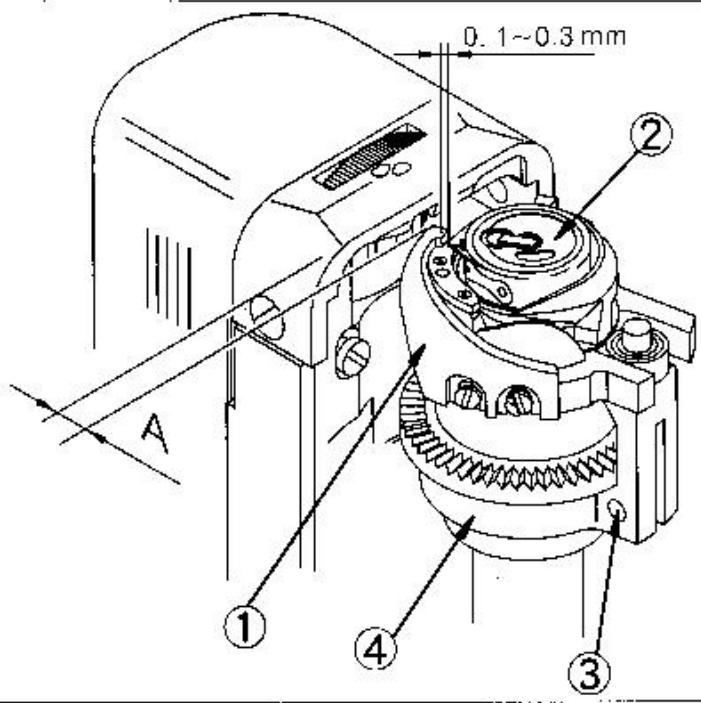

図30/Fig. 30
Поверните маховик, пока крышка челнока не примет положение А, ослабьте винт (3) и поверните корпус (4) пока расстояние между кончиком и выступом шпульного колпачка не будет 0,1-0,3 мм. (Рис. 30).